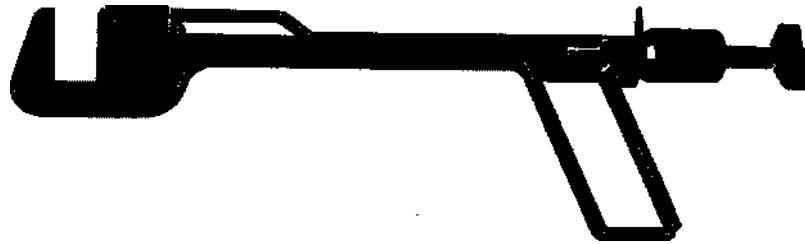

Рисунок 1 —Общий вид ушивателя
1.1. Ушиватель бронхов (УБ–40, УБ–25) с пластмассовыми магазинами, (в дальнейшем—ушиватель) предназначен для ушивания культи бронхов механическим однорядным частокольным швом при резекции легкого (рисунок 1).